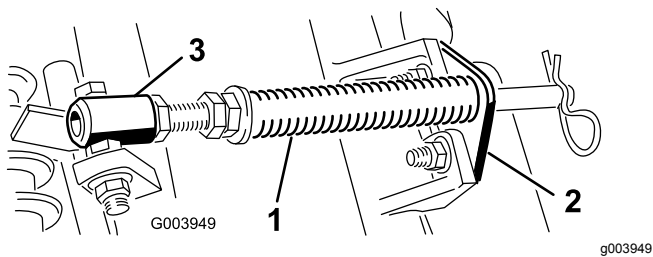

Bild 5
- A. Nehmen Sie die zwei Schlossschrauben und Muttern ab, mit denen die Stangenhalterung an den Nasen der Schneideinheit befestigt ist (**Bild 5**).
- B. Nehmen Sie die Bundmutter ab, mit denen die Schraube des Federrohrs an der Trägerrahmennase befestigt ist (**Bild 5**). Nehmen Sie das Bauteil ab.